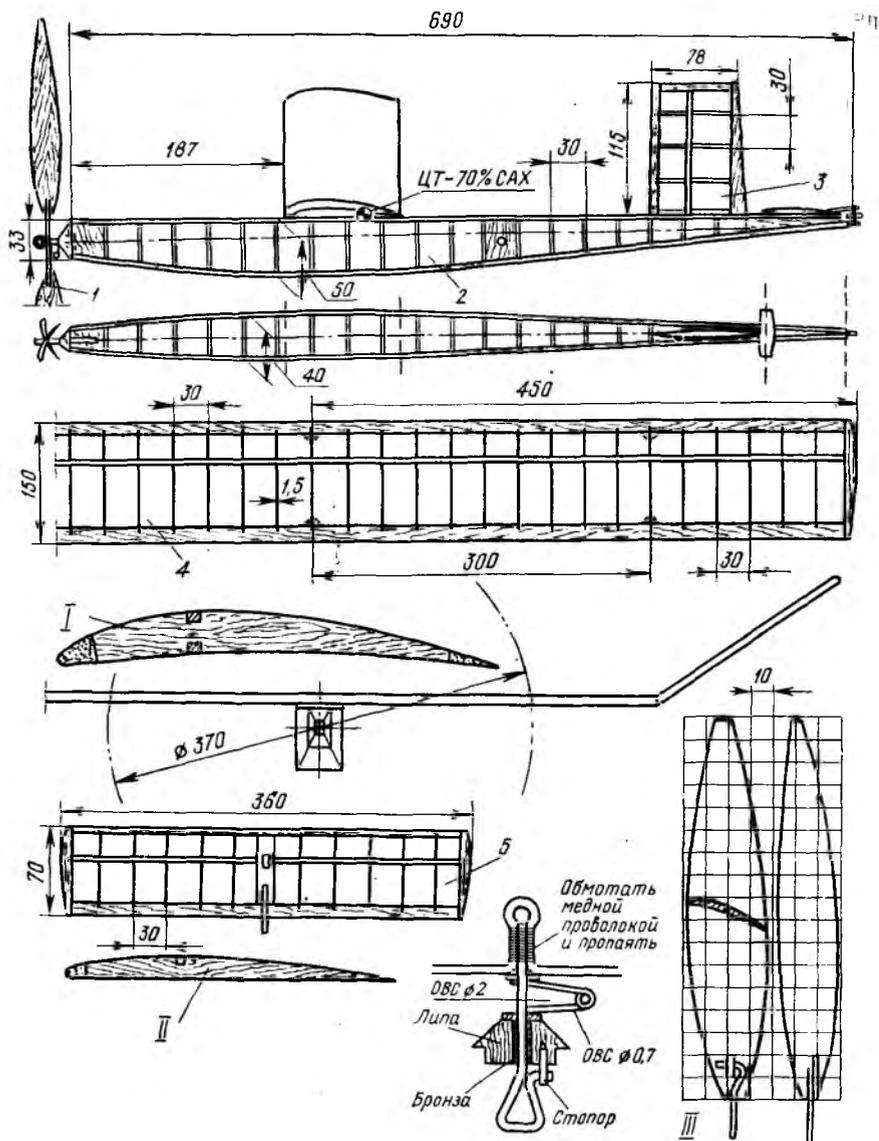

Рис. 30. Фюзеляжная модель самолета с резиновым двигателем:
**Фюзеляжная модель самолета с резиновым двигателем** (рис. 30) разработана в авиакружке, которым длительное время руководил автор. Она посильна тем моделистам, кто имеет опыт авиационного моделирования.